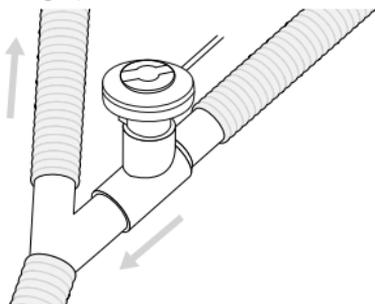

Abbildung 6. Aerogen Pro mit einem Beatmungsschlauchsystem für Erwachsene verbinden
1. Bei **Beatmungsschlauchsystemen für Erwachsene** den Vernebler mit dem T-Stück für Erwachsene im Inspirationschenkel des Beatmungsschlauchsystems vor dem Y-Patientenanschlussstück anschließen (Abbildung 6).
Hinweis: Abbildung 6 zeigt nur die Anordnung für Erwachsene.